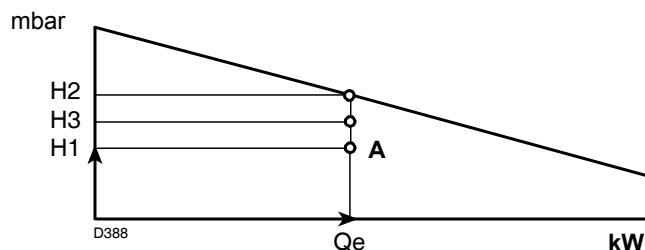

Fig. 1
- 4 Tracer une verticale à partir du point A (Fig. 1) et trouver la pression maximale H2 de la plage de puissance.
Si H3 est supérieure à H1 (Fig. 1), le brûleur peut fournir le débit demandé.